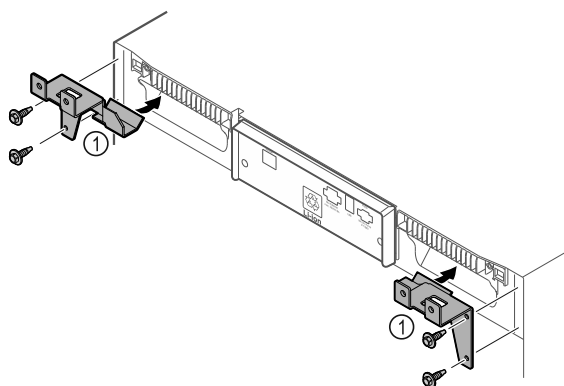

Fig. 11
- ▶ Přídržné díly Fig. 11 (1) namontujte na spotřebič pomocí samořezných šroubů.